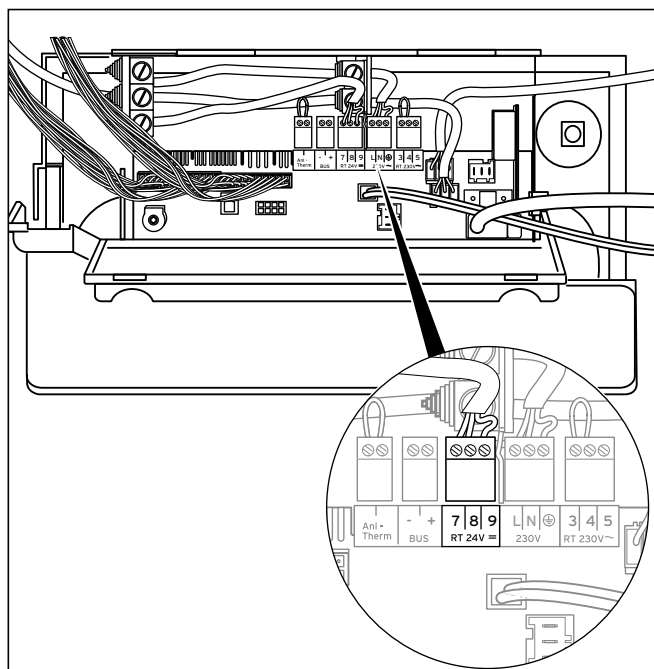

Fig. 5.12 Tilslutning af reguleringer og tilbehør
- Tilslut tilslutningskablerne til de tilsvarende ProE-stik eller stikpladser i henhold til **fig. 5.12**.